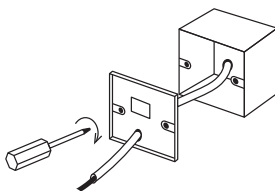

Рис. 9.
3. Как показано на рис. 9, закрепите винты 4х20мм вместе с задней крышкой на коробке 8 б, затем пропустите подводящие провода через заднюю крышку.